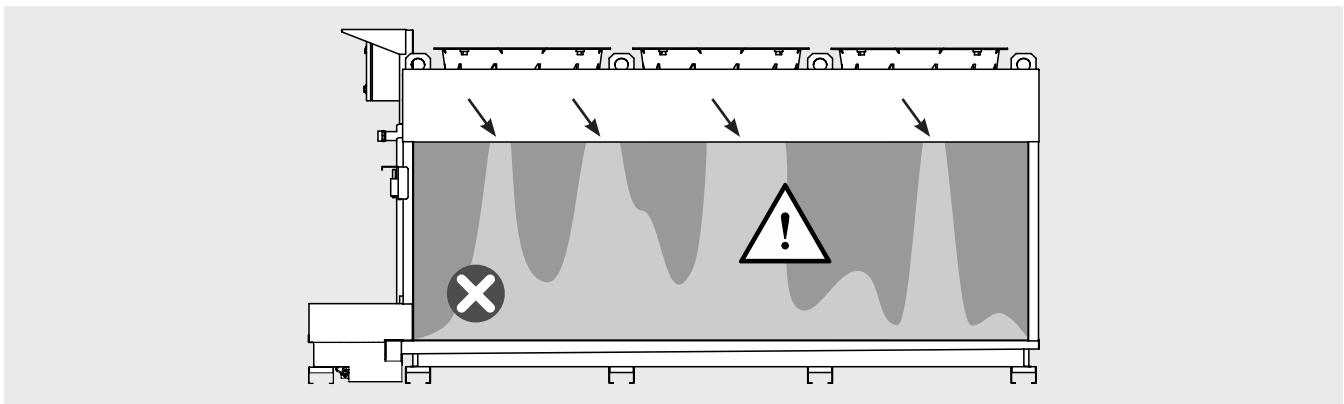

Abbildung 18
- 11.8 Überprüfen Sie bei eingeschaltetem Adiabatsystem die ausreichende Wasserverteilung auf den Paneelen: eine gleichmäßige dunkle Färbung auf mindestens 80% der Paneeloberfläche ist akzeptabel. Bitte beachten Sie Punkt 12.32. Siehe Abbildung 18 als Beispiel für eine inakzeptable Färbung.
- 12.12.1 Führen Sie eine Sichtprüfung des adiabatischen Wasserverteilungssystems an den Paneelen durch. Eine ungleichmäßige Verteilung des Wassers auf der äußeren Paneel (ungleichmäßige Färbung der Paneel, siehe Abbildung 18) kann auf eine Verstopfung einer oder mehrerer Schnellanschlusssdüsen zurückgeführt werden. Ein abnormaler Wasserfluss während des Betriebs des adiabatischen Systems kann auf eine oder mehrere beschädigte Düsen zurückgeführt werden. Tauschen Sie diese gegebenenfalls wie folgt aus.